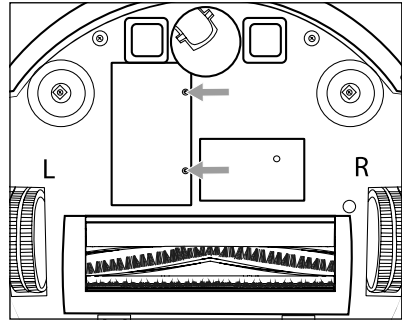

Fig. 16
- 1) Utilizando uma chave Philips, desaperte os dois parafusos da tampa do compartimento do acumulador **26** (ver fig. 16) na parte inferior do aparelho e retire-a do aparelho. Retire a tampa do compartimento do acumulador **26** do aparelho.